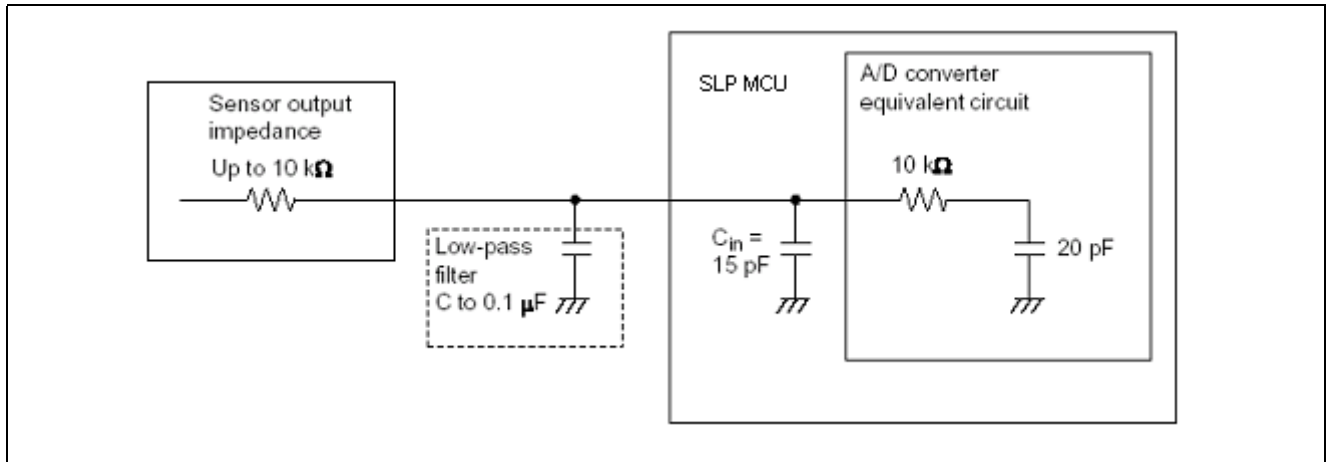

図 13 A/D 変換器の等価回路
- 最大許容信号インピーダンスは  $10\text{k}\Omega$  です。センサの出力インピーダンスが  $10\text{k}\Omega$  を超える場合、A/D 変換器のサンプル&ホールド回路の入力容量の充電は不十分となり、A/D 変換器の精度が低下する可能性があります。図 13 は SLP MCU の A/D 変換器の等価回路です。外部容量が大きい場合、入力負荷は、実際には  $10\text{k}\Omega$  の内部入力インピーダンスとなります。ローパスフィルタにより、高速のアナログ信号は、正確に再生成されないかもしれません。